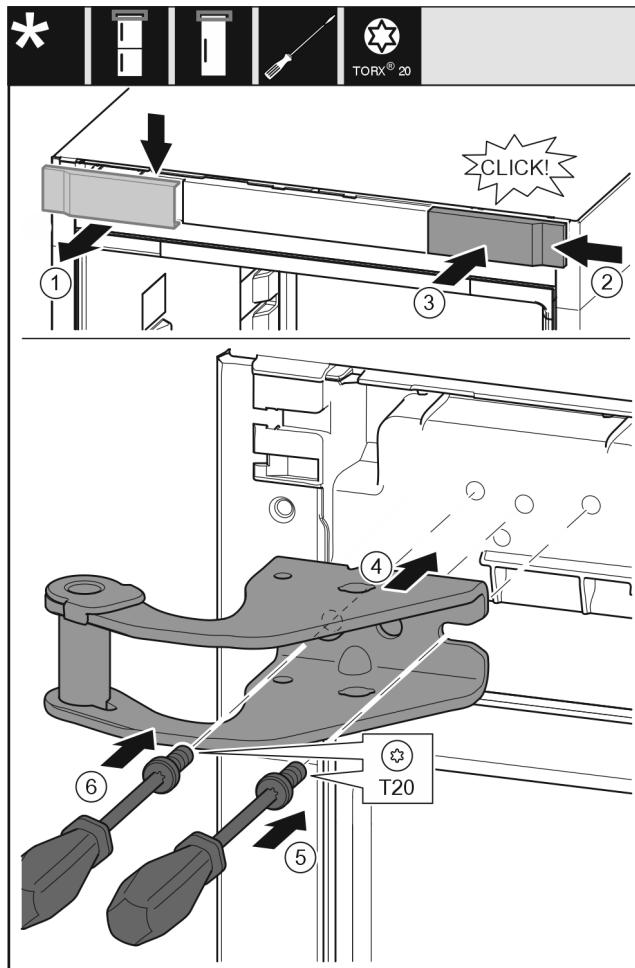

Fig. 32
- ▶ 从上方朝前取下盖板 Fig. 32 (1)。
- ▶ 将盖板 Fig. 32 (2)旋转 180° 至另一侧从右边挂上。
- ▶ 插入盖板 Fig. 32 (3)。
- ▶ 装上上方的托架 Fig. 32 (4)。
- ▶ 用螺丝刀放上并旋紧螺钉 Fig. 32 (5)。
- ▶ 用螺丝刀放上并旋紧螺钉 Fig. 32 (6)。